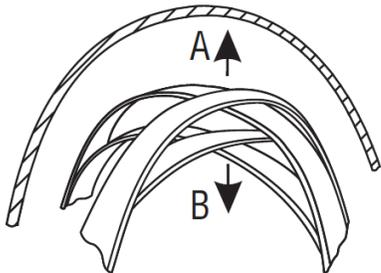

Figura 2 Casco protector
6. Empuje la correa de la parte superior de la corona del casco protector como lo muestra la flecha A en Figura 2.
NOTA: La correa de la corona inferior se moverá como lo muestra la flecha B en Figura 2.